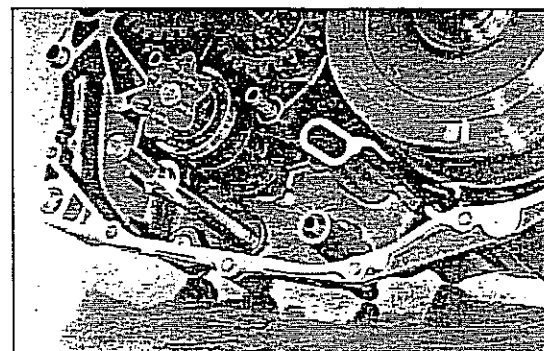

Bild 217
- Zwei Passhülsen und O-Ring einsetzen, siehe Bild 217.